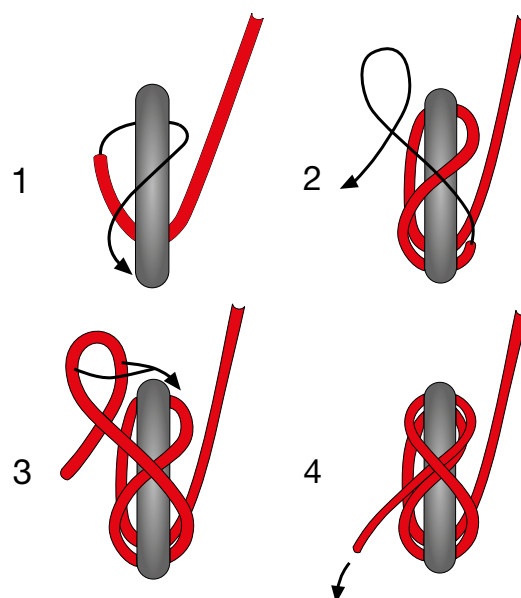

Fig. 2 Esempio di fissaggio
- assicurare il capo corda della fune sulla bitta della prima Asta Terminale (v. es. di fissaggio fig. 2);